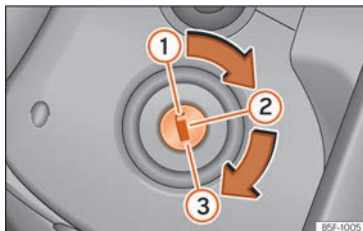

Abb. 240 Positionen des Zündschlüssels
- Drehen Sie den Zündschlüssel in Stellung ① »» Abb. 240.
- Ziehen Sie den Zündschlüssel in Stellung ① »» Abb. 240 »» ⚠.